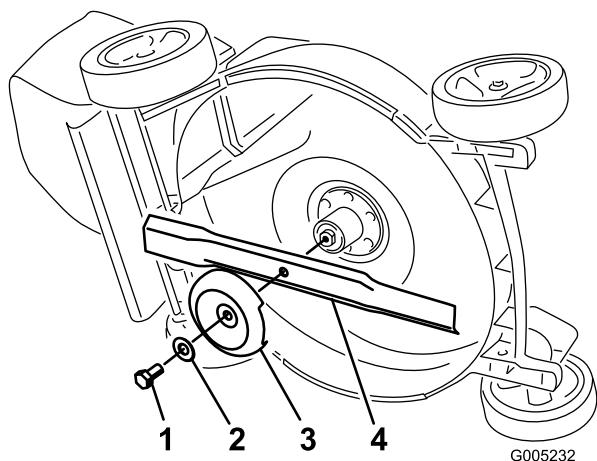

Figura 27
4. Vuelque el cortacésped hacia su lado **derecho** (Figura 27).
Sujete el extremo de la cuchilla usando un paño o un guante grueso. Retire el perno de la cuchilla, la arandela, el protector de césped y la cuchilla (Figura 27).